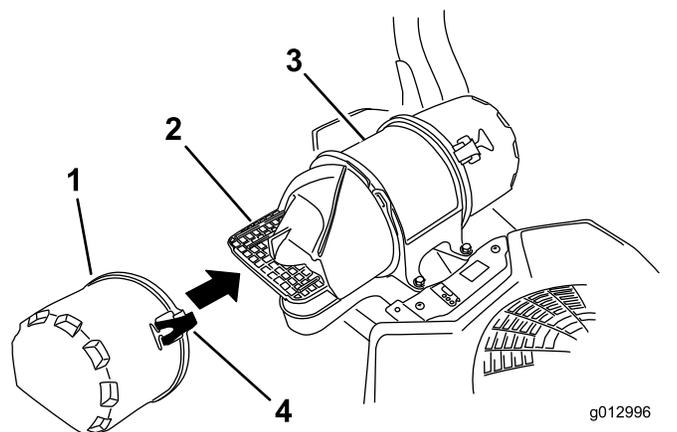

Figura 31
3. Rilasciate i dispositivi di fermo del filtro dell'aria e togliete il coperchio dell'ingresso dell'aria dal corpo del filtro (Figura 31).
5. Montate il coperchio dell'ingresso dell'aria e fissatelo con i fermi (Figura 31).
- Montate il coperchio del filtro dell'aria e fissate i fermi (Figura 31).